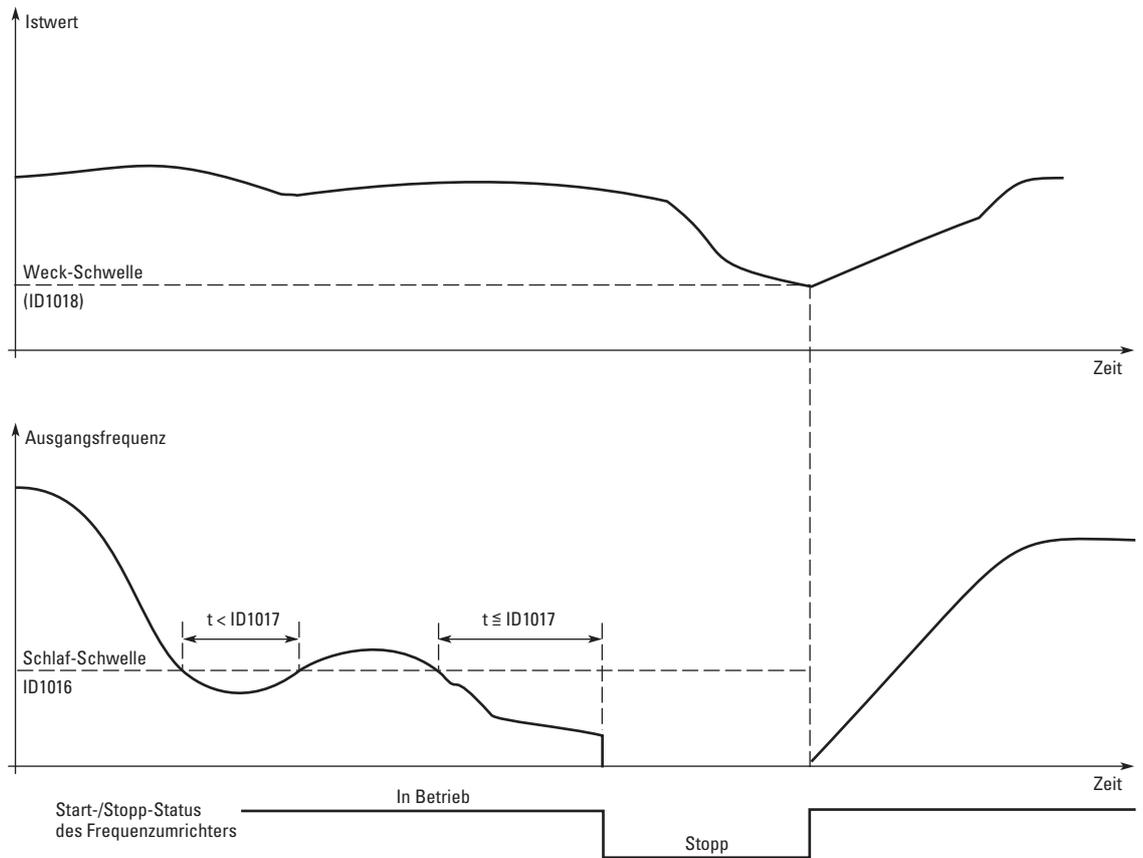

Abbildung 64: Schlaf-Funktion des Frequenzumrichters
- Der Frequenzumrichter wird automatisch gestoppt, wenn die Frequenz des Antriebs unter den in diesem Parameter definierten Schlaf-Grenzwert über einen längeren Zeitraum als in ID1017 definiert, abfällt. Während des Stopp-Zustands wird der PID-Regler weiter betrieben, der Frequenzumrichter wird dann wieder in den Start-Zustand geschaltet, wenn das Istwertsignal entweder unter oder über die in ID1018 definierte Weckschwelle fällt/steigt. Siehe Abbildung 64.
- Die Mindestzeit, die der Frequenzumrichter unterhalb des Schlaf-Schwelle bleiben muss, bevor der Frequenzumrichter gestoppt wird. Siehe Abbildung 64.
- Die Weckschwelle definiert die Schwelle, die der Istwert unter- oder überschreiten muss, bevor der Betriebszustand des Frequenzumrichters wiederhergestellt wird. Siehe Abbildung 64.
Siehe Abbildung 64 und Tabelle 111.